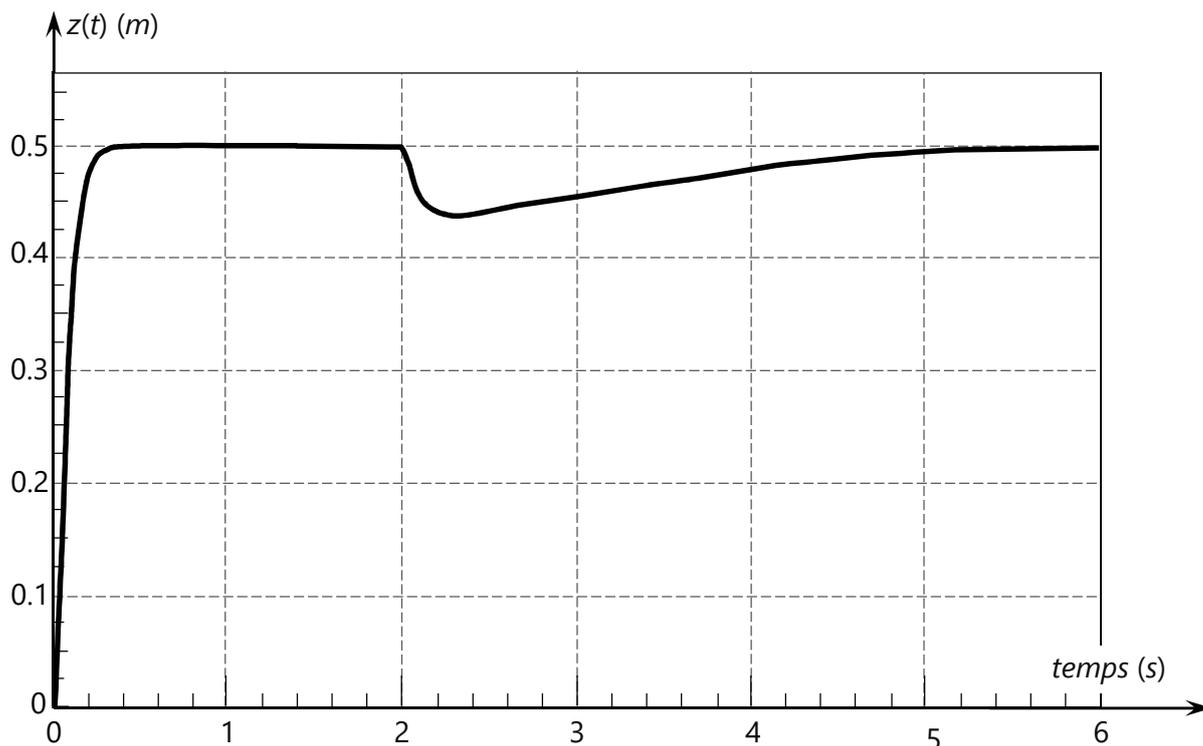

Figure R3 : Réponse du système à une consigne  $z_c(t) = 0,5.h(t)$  et une perturbation  $C_p(t) = 1,2.h(t - 2)$
La figure R3 du document-réponse 4 représente la réponse corrigée de l'asservissement à un échelon de consigne et à un échelon de perturbation retardé de 2s le temps nécessaire pour que la position  $z(t)$  atteigne sa valeur permanente suite à l'échelon de consigne.
**Question 30 :** Sur la figure R3 du document-réponse 4, repérer et relever :